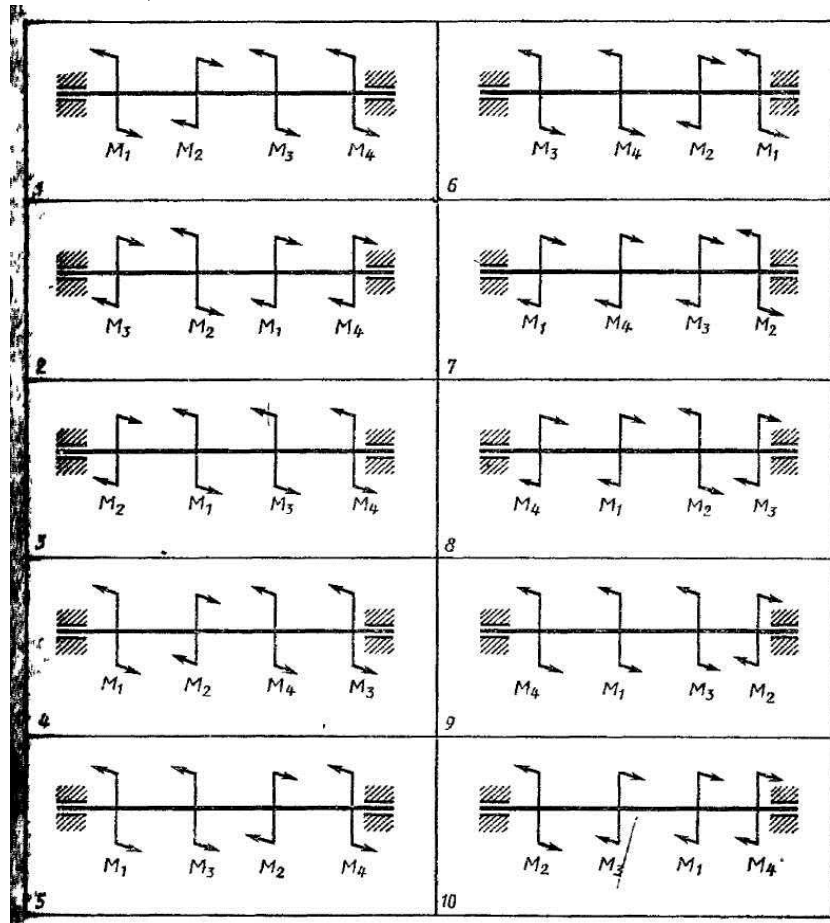

Рисунок 5 - Схема распределения моментов вала
**Задачи 61 – 70:** Для стального вала постоянного поперечного сечения (рисунок 5, схемы 1 – 10): 1) определить значения моментов  $M_1, M_2, M_3, M_4$ ; 2) построить эпюру крутящих моментов; 3) определить диаметр вала из расчетов на прочность и жесткость. Принять  $[\tau_k] = 30$  МПа;  $[\varphi_0] = 0,02$  рад/м.